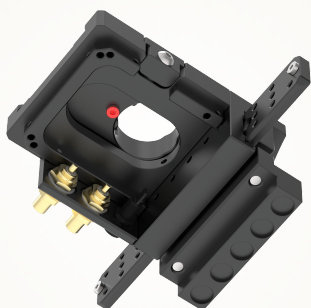

FIG. 09 Ponto de separação — **parafuso de trava inferior** da morsa deslizante de fixação de braço
- 01 Afrouxe o **parafuso de trava da face inferior** da morsa deslizante de fixação de braço e separe-a completamente do chassi. (veja FIG.09)